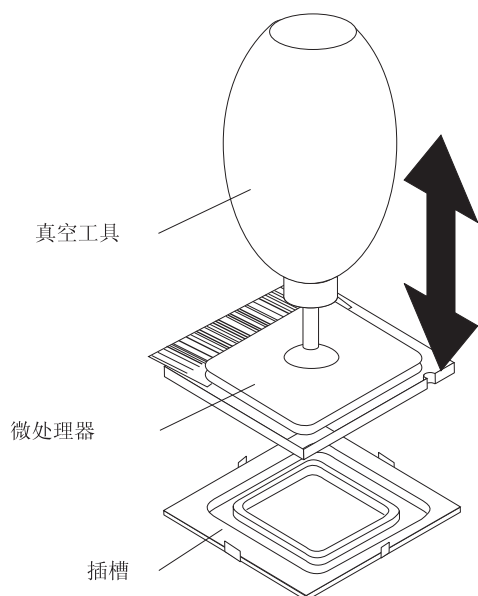

图 57. 安装微处理器
- a. 挤压并握住真空工具的气囊，然后将吸盘放在微处理器上并松开气囊（请参阅图 57）。